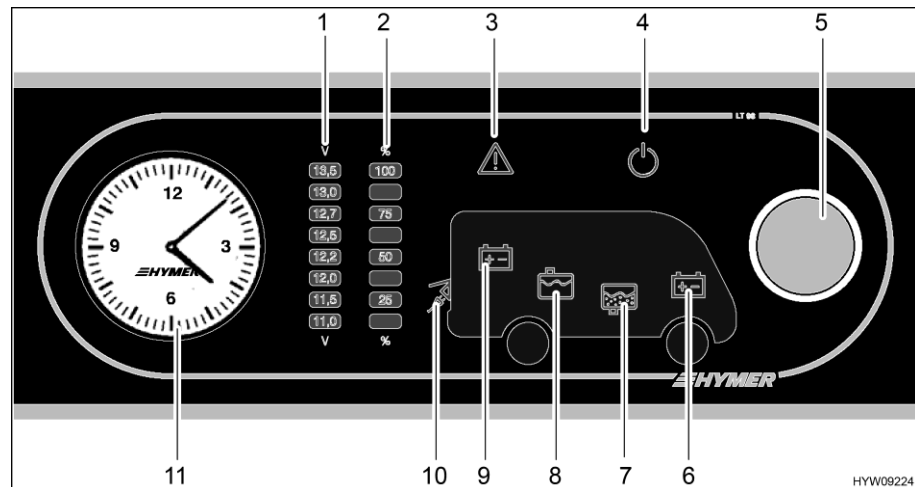

Fig. 146 Pannello di controllo (LT 98)
Il pulsante a rotazione (Fig. 146,5) inserisce o disinserisce il pannello di controllo e l'alimentazione a 12 V dell'abitacolo.
- Accensione:** ■ Premere il pulsante a rotazione (Fig. 146,5): L'alimentazione a 12 V dell'abitacolo è inserita. La spia di controllo a 12 V (Fig. 146,4) diventa verde.
- Spegnimento:** ■ Premere il pulsante a rotazione (Fig. 146,5): L'alimentazione a 12 V dell'abitacolo è disinserita. La spia di controllo a 12 V (Fig. 146,4) si spegne.
Mediante il pulsante a rotazione (Fig. 146,5) si possono interrogare sia la tensione della batteria dell'abitacolo che la tensione della batteria di avviamento. La tensione viene visualizzata sulla scala indicatore per la tensione della batteria (Fig. 146,1).
- Ruotare il pulsante a rotazione (Fig. 146,5), finché si accende il simbolo della batteria della quale deve essere interrogata la tensione.
Viene indicata la tensione della batteria dell'abitacolo (Fig. 146,9)
Viene indicata la tensione della batteria di avviamento (Fig. 146,6)
- Leggere la tensione sulla scala indicatore della tensione della batteria (Fig. 146,1).
Mediante il pulsante a rotazione (Fig. 146,5) si possono interrogare sia il livello del serbatoio dell'acqua che il livello del serbatoio delle acque grigie. Il livello viene visualizzato sulla scala indicatore livello dei serbatoi (Fig. 146,2).
- Ruotare il pulsante a rotazione (Fig. 146,5), finché si accende il simbolo del serbatoio del quale deve essere interrogato il livello.
Viene indicato il livello del serbatoio dell'acqua (Fig. 146,8)
Viene indicato il livello del serbatoio delle acque grigie (Fig. 146,7)
- Leggere il livello sulla scala indicatore del livello serbatoio (Fig. 146,2).
La spia luminosa Alarm (Fig. 146,3) lampeggia non appena i valori limite fissati vengono superati per eccesso o per difetto.
La spia luminosa Alarm (Fig. 146,3) lampeggia non appena la tensione della batteria scende al di sotto di 11 V. Se l'alimentazione a 12 V è accesa, si accende anche il relativo simbolo della batteria (Fig. 146,6 o 9), e l'indicatore "11,0" sulla scala indicatore della tensione della batteria (Fig. 146,1) lampeggia. Rischio di uno scaricamento totale della batteria.
**Allarme serbatoio** La spia luminosa Alarm (Fig. 146,3) lampeggia ed il relativo simbolo del serbatoio (Fig. 146,7 o 8) si accende non appena il serbatoio dell'acqua è vuoto o il serbatoio delle acque grigie è pieno.
La spia di controllo a 230 V (Fig. 146,10) si accende quando all'ingresso della centralina elettrica è presente una tensione di rete.